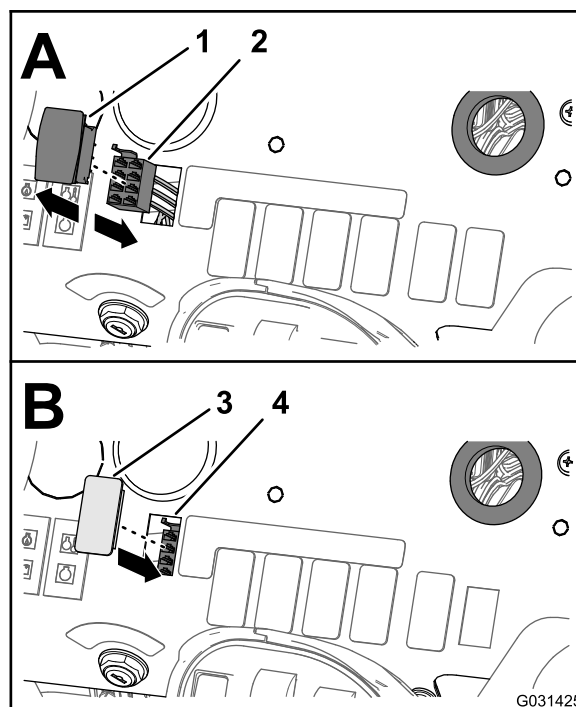

Рисунок 60
2. Отсоедините 8-гнездовой разъем (с маркировкой RATE SWITCH [ПЕРЕКЛЮЧАТЕЛЬ ИНТЕНСИВНОСТИ ОПРЫСКИВАНИЯ]) переднего жгута проводов машины от 8-штыревого разъема переключателя (Рисунок 60).
4. Совместите заглушку переключателя с отверстием в приборной панели, откуда был извлечен переключатель интенсивности опрыскивания (Рисунок 60).
5. Вставьте заглушку переключателя в приборную панель до срабатывания защелки, которая надежно зафиксирует заглушку в панели (Рисунок 60).
1. Под нижней частью приборной панели машины сожмите вместе фиксирующие выступы переключателя интенсивности опрыскивания и вытолкните его вверх из приборной панели (Рисунок 60).